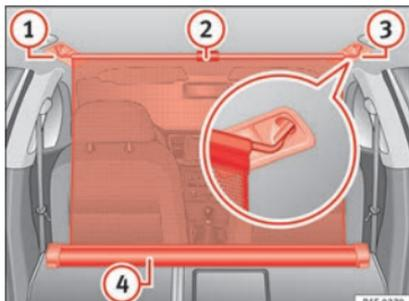

Fig. 127 En el maletero: red de separación enganchada con los respaldos del asiento trasero abatidos.
- Tire hacia arriba de la lengüeta »» fig. 127 ② para sacar la red de la carcasa »» fig. 127 ④.
- Enganche la red de separación en el lado derecho »» fig. 127 ③ (imagen ampliada).
- Enganche la red de separación en el alojamiento del lado izquierdo »» fig. 127 ① estirando la barra.
La red de separación está correctamente montada cuando los extremos en forma de T están enganchados firmemente en los alojamientos correspondientes »» fig. 127 ③ y ①.
- Enrolle la red en la carcasa »» fig. 127 ④ bajándola con la mano.